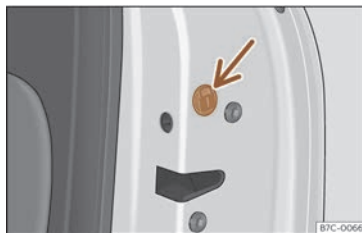

Fig. 80 Verrouillage d'urgence de la porte.
- Si nécessaire, retirez le joint en caoutchouc sur la partie avant de la porte >>> fig. 80.